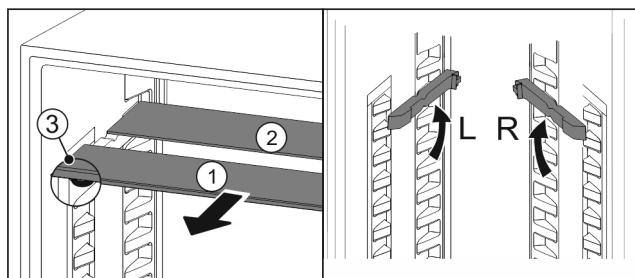

Fig. 24
- Издърпайте Fig. 24 (1) поотделно стъклените площи напред.
- Стъклената плоча Fig. 24 (1) с декоративната лайстна е отпред.
▷ Ограничителите Fig. 24 (3) сочат надолу.